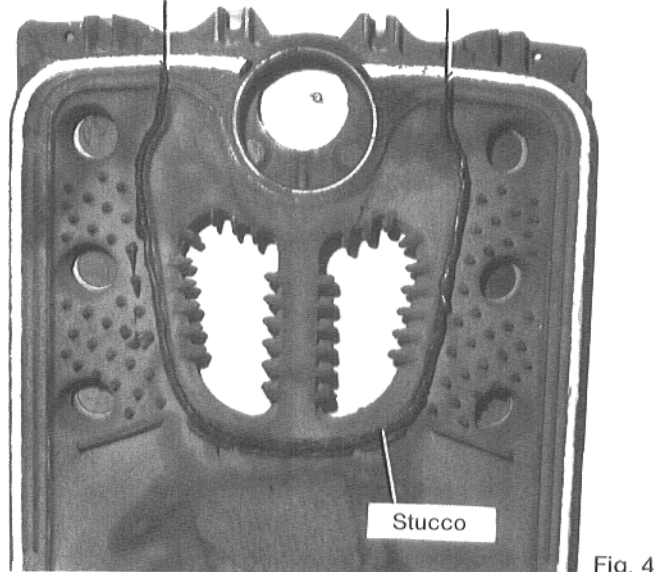

Fig. 4
Le scanalature portastucco degli elementi si presentano al montaggio sempre verso la parte anteriore (Fig. 4). Scanalature e bordi devono essere asciutti e puliti.
**Stucco nero** con l'apposito sacchetto pressastucco nella scanalatura delimitante i condotti dei gas di scarico. Lo stucco deve formare un bordo ininterrotto, fuoriuscente uno spessore di ca. 4,0 mm dalla scanalatura; sopra a sinistra e a destra deve assolutamente raggiungere il cordone di tenuta (Fig. 4).